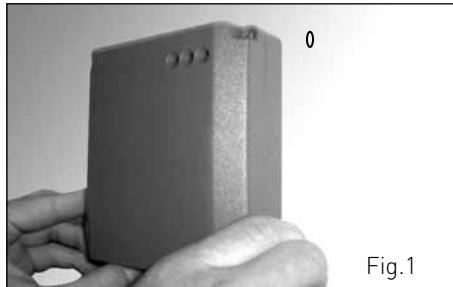

Fig.1
- Enganchar la centralita al tornillo ya colocado en la pared (fig.1)